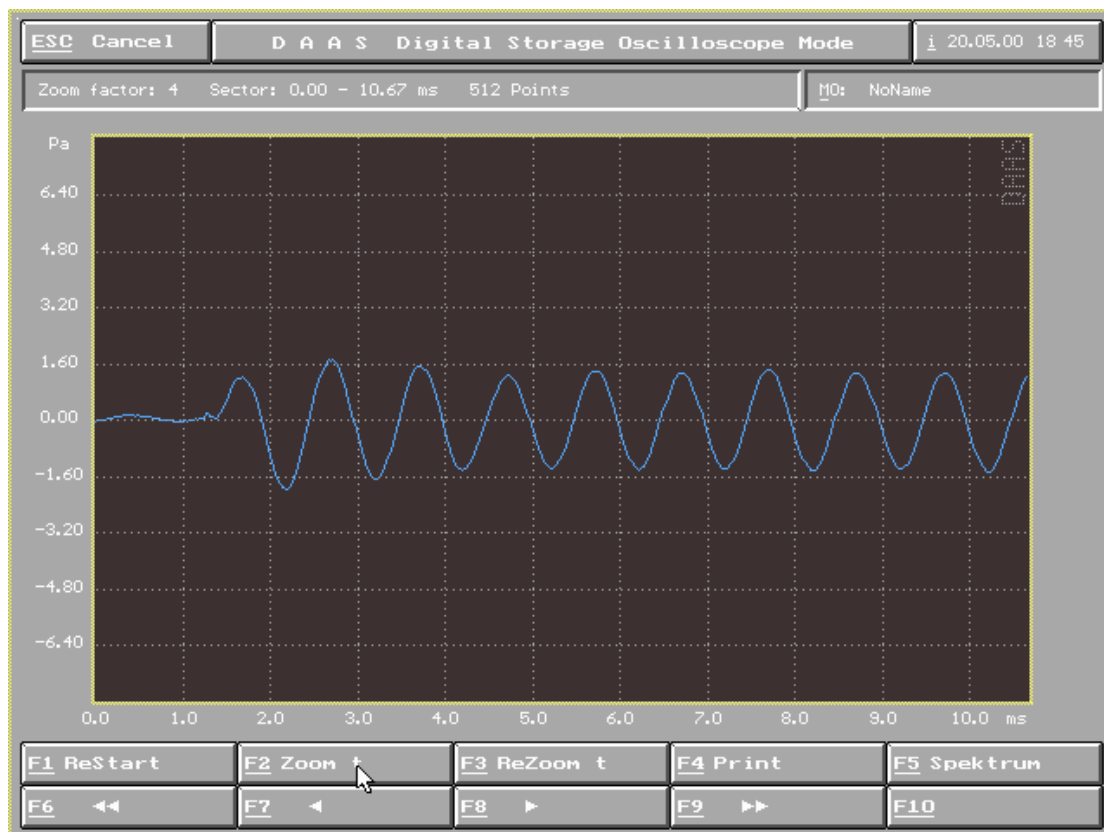

图 53
5) 点击 F1 Start 开始测试, 要终止测试按 F2 Pause 暂停, 得到图 53 波形
6) 图 53 中